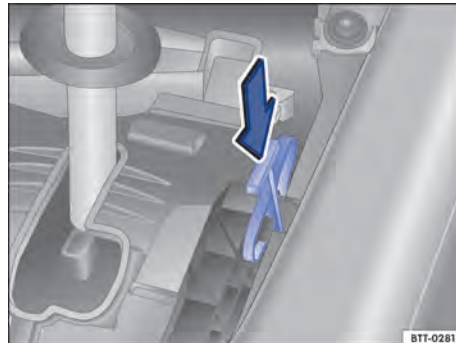

Fig. 232 Embaixo da cobertura do quadro da alavanca cobertura: destravamento de emergência do bloqueio da alavanca seletora.
- Com a lâmina plana da chave de fenda das ferramentas de bordo, pressionar cuidadosamente a alavanca de destravamento, no sentido da seta \Rightarrow Fig. 232, e manter nessa posição.